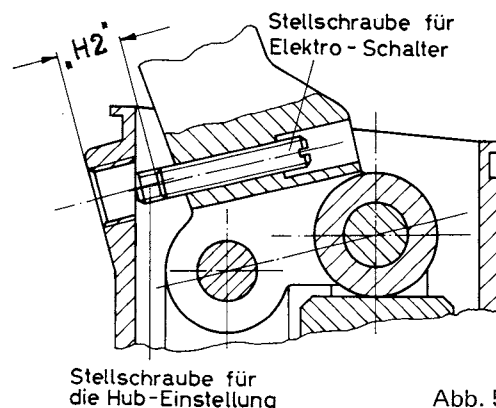

Abb. 5
- a) In der Lösestellung des Bremsventils nach Einstellung des Hubes bzw. Hebelweges "H1" mit der Tiefenlehre den Schaltherub "H2" messen (Abb. 5). Der für das entsprechende Gerät angegebene Tabellenwert darf nicht über- oder unterschritten werden.